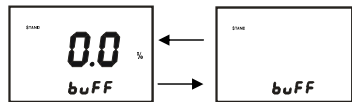

图 7-2
1、将清洗干净的电极放入零点缓冲液中,轻轻搅拌几下,等待 5 分钟,待仪表显示稳定后。按下 CAL 键,仪表显示屏上排将显示 0.0%数值跳闪,下排有 buFF,且屏幕左上角有 STAND 显示。仪表显示如图 7-2 所示: